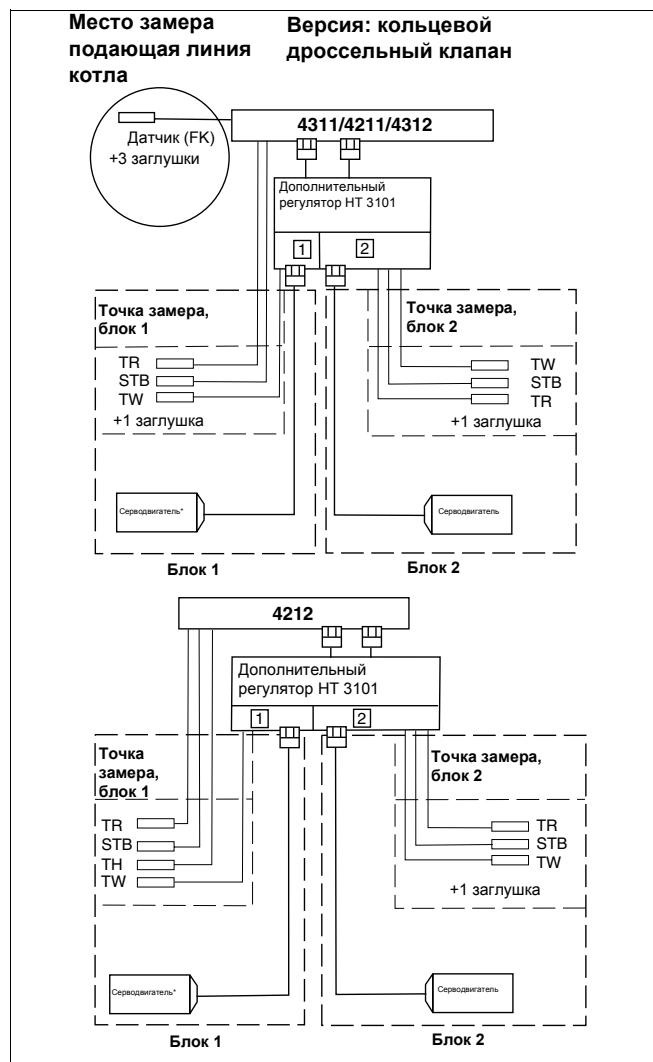

Рис. 64 Схема соединений дополнительного регулятора; версия с кольцевым дроссельным клапаном
- Соединить дополнительный регулятор и кольцевой дроссель-клапан с серводвигателем (правый котловой блок, 2-ая ступень) согласно схеме (рис. 64).
Отдельные датчики регулятора NT 3101 вставляются вместе с датчиками системы управления в место замера блока 1 (в гильзу) согласно схеме (рис. 64). Датчики (3 датчика и одна заглушка) вставляются в соответствии со схемой (рис. 64) в место замера на блоке 2 (в гильзу).